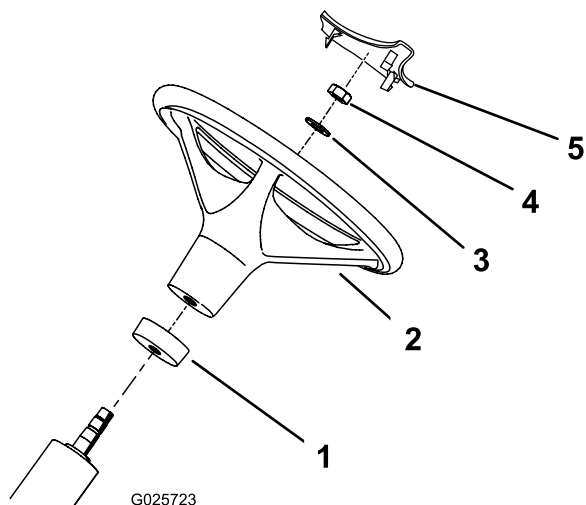

Figura 2
2. Collocate il collare in schiuma sintetica sul piantone, inserendo prima l'estremità piccola (Figura 2).
3. Collocate il volante sul piantone (Figura 2).
4. Fissate il volante sul piantone con una rondella e un dado di bloccaggio (Figura 2).
6. Premete il coperchio del volante in posizione sul volante stesso (Figura 2).